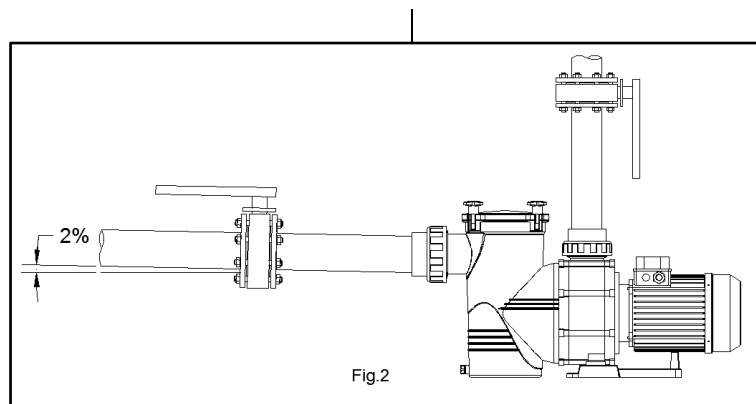

Fig.2
- ! The connection of the pipe must be threaded into the mouths of the pump using the right accessories (Fig. 2).
- Impulsion tube installation is done totally perpendicularly and is well centred with respect to the nozzle to be connected so as to avoid external pressure being exerted on the pump and the tube. Apart from making assembly more difficult, this pressure could even break them. (Fig. 2)
- Suction tube installation is done at a slight angle of 2 % towards the pump, thus avoided siphon formation. (Fig.2).
- ! La conexión de la tubería debe efectuarse roscada a las bocas de la bomba utilizando los accesorios adecuados (Fig. 2).
- La instalación de los tubos de impulsión se hará completamente perpendicular y bien centrada respecto a la boca a conectar con el fin de evitar que la bomba y el tubo estén sometidos a unos esfuerzos externos que, aparte de dificultar el montaje, podría llegar a romperlos. (Fig. 2)
- La tubería de aspiración se instalará con una ligera pendiente hacia la bomba del 2% evitando, así mismo, la formación de bolsas de aire. (Fig.2).